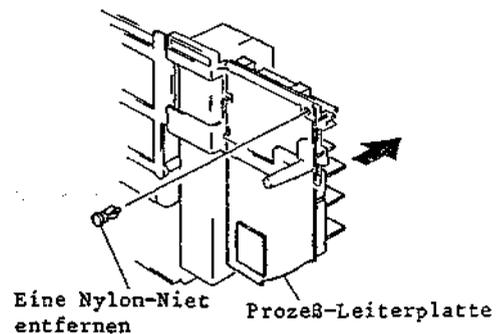

Abb. 2-23 Ausbau der Prozeß-Leiterplatte
3. Einen (1) Nylon-Niet abnehmen, mit dem die Prozeß-Leiterplatte befestigt ist (siehe Abb. 2-23).